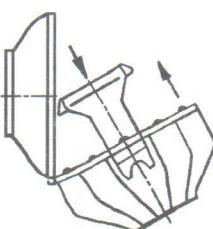

Рис.3
2. Не поворачивая решетку 2 относительно чаши, вставить стойку 4 меньшим диаметром в центральное отверстие решетки 2 с внутренней стороны (см. рис.3).